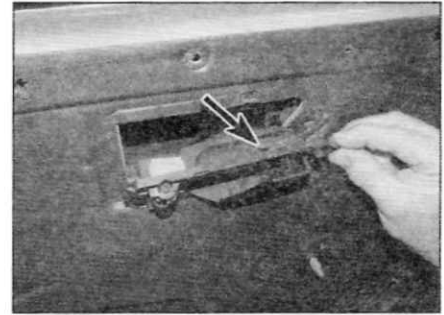

Рис. 12.2. Сдвиньте внутреннюю ручку передней двери в направлении передней части двери, чтобы высвободить установочный выступ (отмечен стрелкой)
- 2 Сдвиньте ручку в направлении передней части двери, чтобы высвободить установочный выступ, высвободите ее из двери и отсоедините тягу (рис. 12.2).